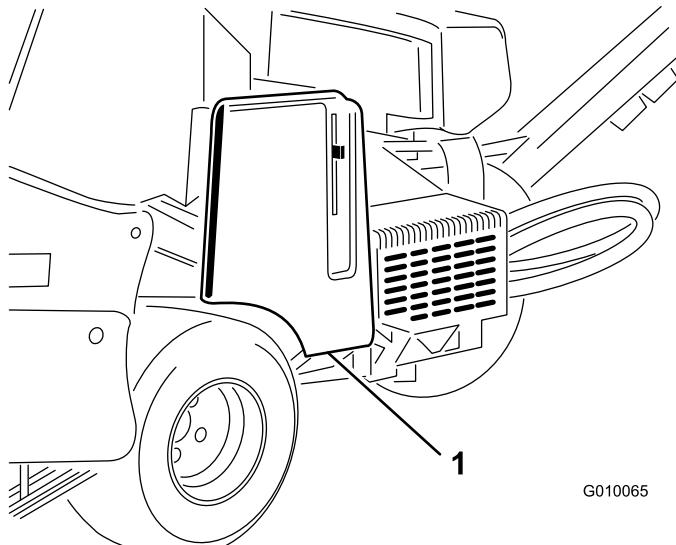

Figura 56
- Destranque e retire a cobertura da correia (Figura 56).